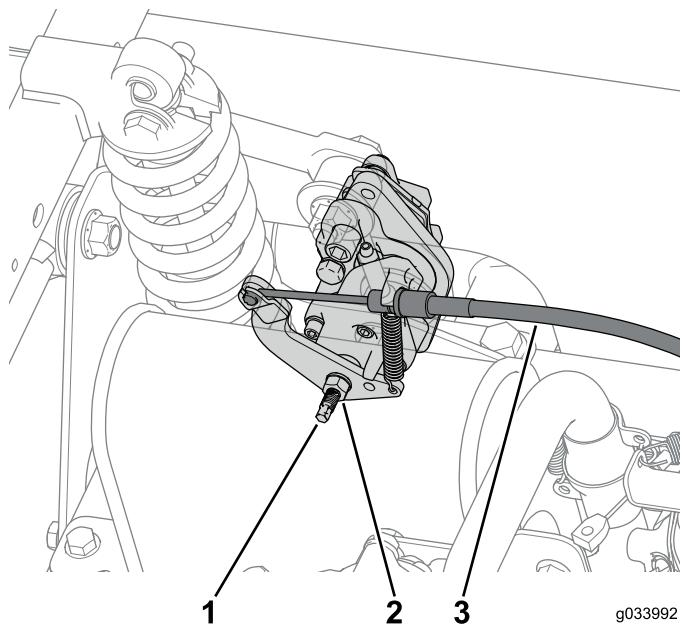

図 61
1. 左右の後ブレーキそれぞれのキャリパについているジャムナットをゆるめて、調整ねじを左に2回転させる図 61。
2. 各ブレーキキャリパから、駐車ブレーキケーブルを外す図 61。